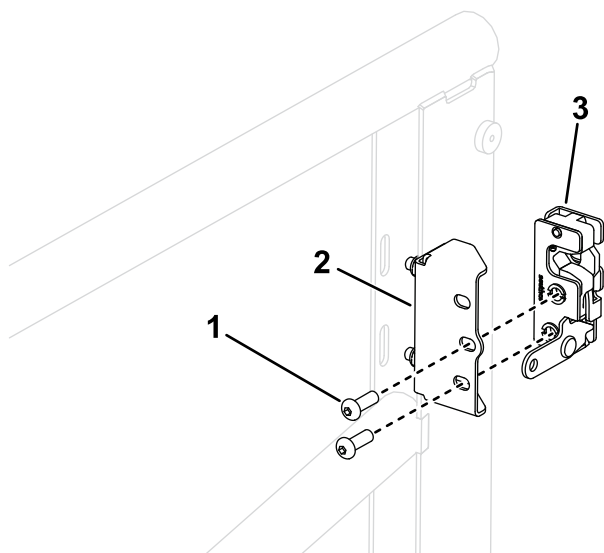

図 6
7. 図 6 のように、ドアラッチブラケットに左ドアラッチを取り付け六角ヘッドボルトを1012 N・m1.04-1.27 kg.m = 90 110 in-lbにトルク締めする。